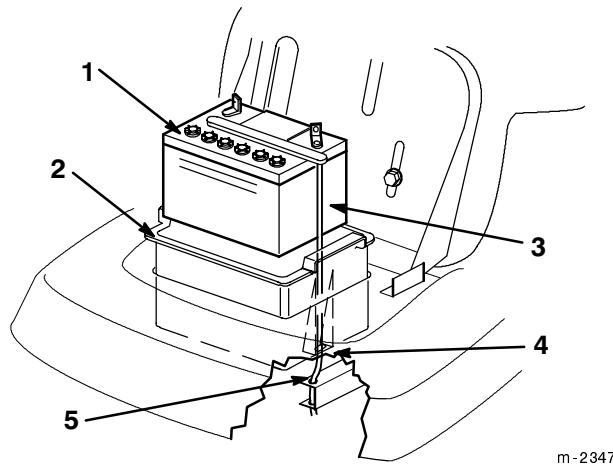

Figure 20
5. Retirer du châssis le bac à batterie, la batterie et le long tuyau d'aération (Fig. 20).
1. Placer la batterie dans le bac à batterie et faire passer le long tuyau d'aération dans la gouttière en ressortant par la fente au fond du bac (Fig. 20).
**Important :** Si l'on regarde dans la découpe du châssis destinée à recevoir le bac à batterie, on peut voir un trou à l'extrémité de l'élément de droite du châssis (Fig. 20). Le long tuyau d'aération de la batterie doit toujours passer dans ce trou pour éviter que l'acide de la batterie ne corrode la tondeuse et le plateau de coupe.
2. Placer le bac à batterie et la batterie dans le châssis (Fig. 20). Veiller à faire passer l'extrémité du tuyau d'aération dans le trou du châssis (Fig. 20).